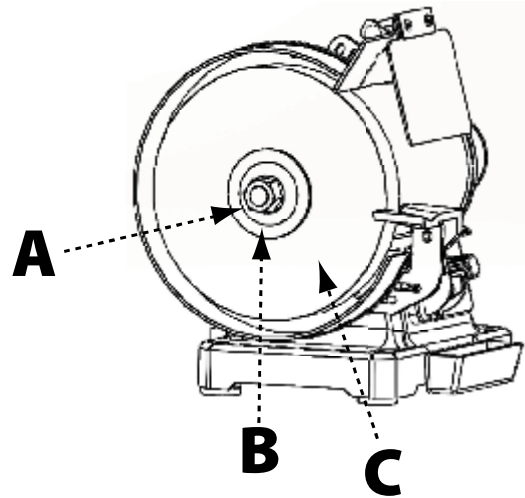

FIGURA 9
1. Retire los (3) tornillos que sujetan la cara exterior de la guarda del disco al marco de la herramienta.
3. Con una llave adecuada, en la tuerca del eje (B) al tiempo que usa la otra mano para impedir que el disco se mueva. Afloje la tuerca del eje.
4. Retire la tuerca del eje (A), la brida del disco (B) y el disco abrasivo usado (C) como muestra en la Figura 9.